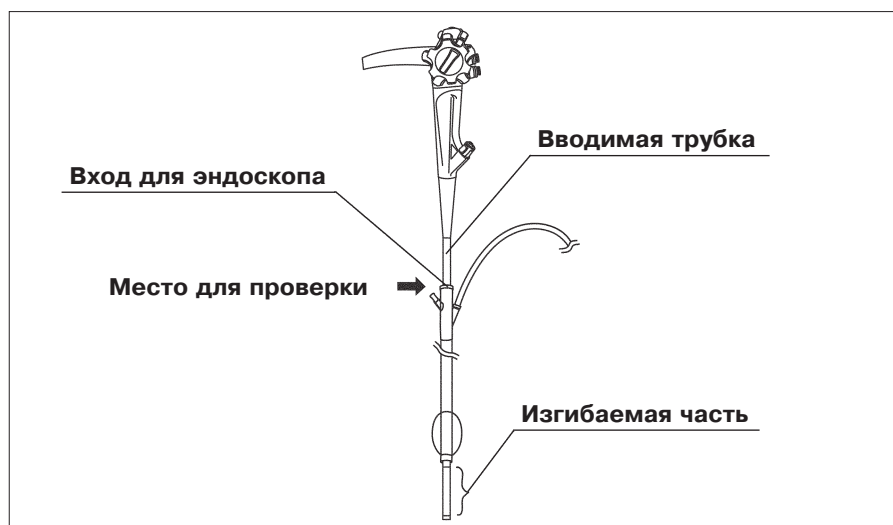

Рис. 3.18
6. Введите вводимую трубку эндоскопа в отверстие входа для эндоскопа шинирующей трубки одноразового использования таким образом, чтобы изгибаемая часть эндоскопа вышла из отверстия на дистальном конце шинирующей трубки одноразового использования (см. рис. 3.18).
7. Установите дистальный конец шинирующей трубки одноразового использования точно перед изгибаемой частью вводимой трубки эндоскопа и проверьте расположение входа для эндоскопа шинирующей трубки одноразового использования и вводимой трубки эндоскопа. Данное место показывает ограничение введения эндоскопа внутрь шинирующей трубки одноразового использования (см. рис. 3.18).